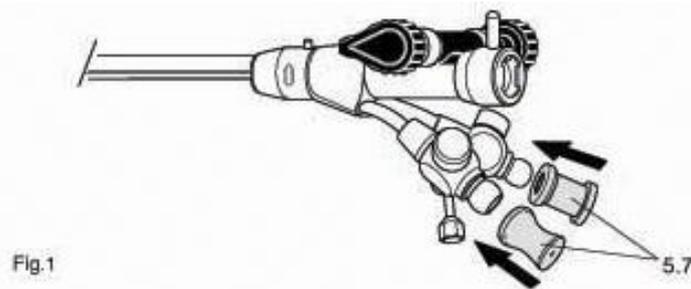

Fig.1
- ◇ Colocação das capas de borracha (5.7) (Fig. 1)